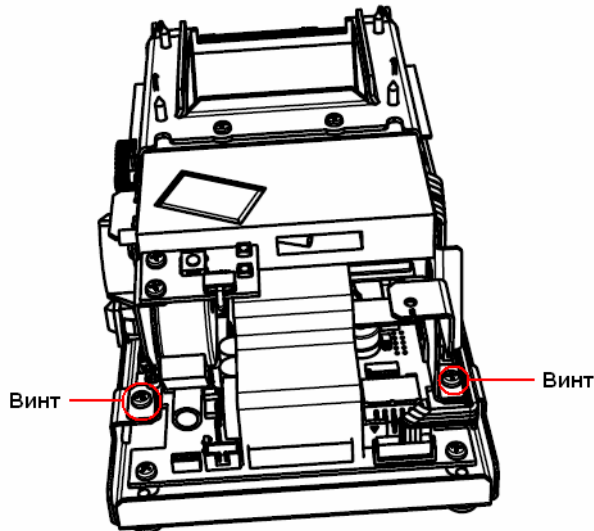

Рисунок 6. – Винты крепления печатающего механизма.
Отсоединение печатающего механизма (см. рисунок 6, 7):
2. Открутите 2 винта (см. рисунок 6), эти винты крепят печатающий механизм к шасси.